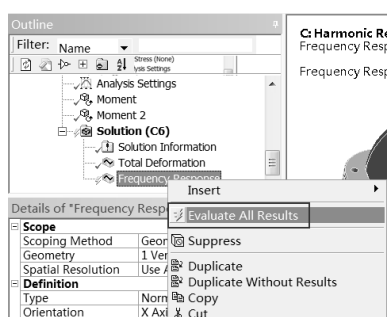

图 7-55 计算位移
Step4 : 右击 Solution 工具栏中的 Frequency Response 选项, 在弹出的如图 7-55 所示的快捷菜单中选择 Evaluate All Results 命令。